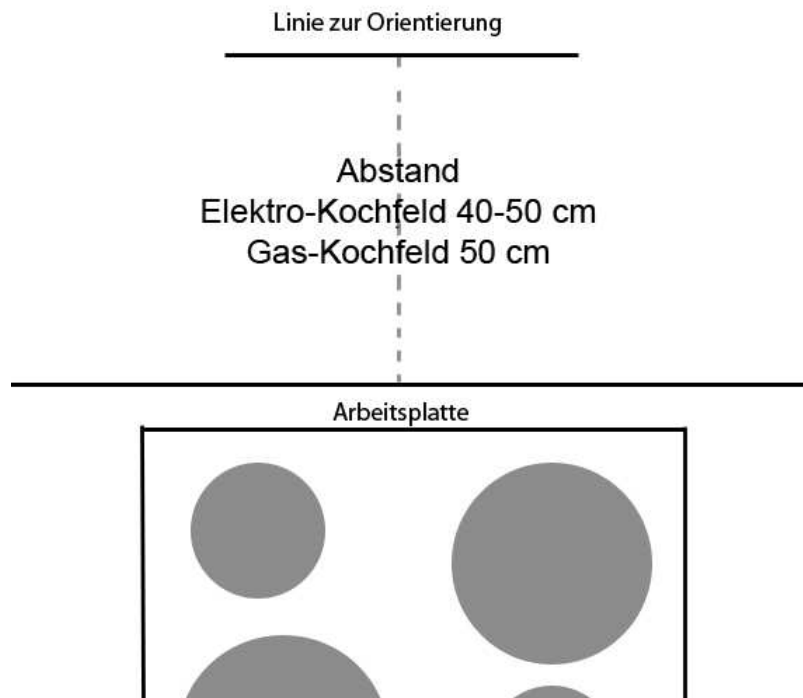

Abb. 2
1. Um das Anbringen der Haube zu erleichtern, müssen zuerst die Mitte und der Abstand zum Kochfeld auf die Wand übertragen werden. Halten Sie hier bitte die Mindestabstände ein. Nehmen Sie die Wasserwaage und ziehen Sie mittig einen etwa 30 cm langen, waagerechten Strich, unter Berücksichtigung des Mindestabstands (siehe Abb.2). An diesem können Sie dann die Unterkante der Dunstabzugshaube in Schritt 4 ausrichten.